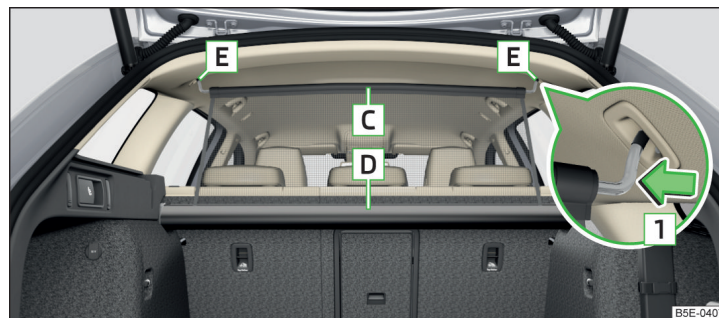

Fig. 131 Filet de séparation derrière les sièges avant à l'état tendu
- Tirez sur le filet de séparation par la tige transversale supérieure **C** pour le faire sortir de son boîtier **D** » fig. 131.
- Appuyez sur la tige transversale et extrayez-la des logements **E** d'abord sur un côté, puis sur l'autre » fig. 131.